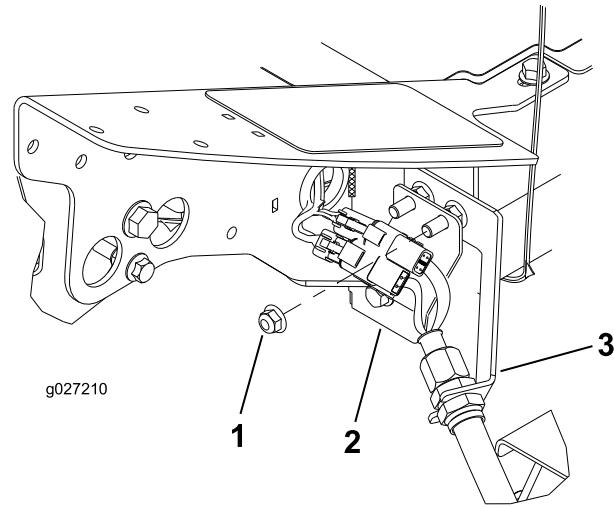

図 12
- フレームの左前コーナー 4番カッティングユニットの位置の、バルクヘッドブラケットをマシンに固定しているボルトについている余分のフランジヘッドナットを取り外す 図 12。
- バルクヘッド取り付けボルトにコネクタプレートを通す。コネクタは図 12 に示すように通す。